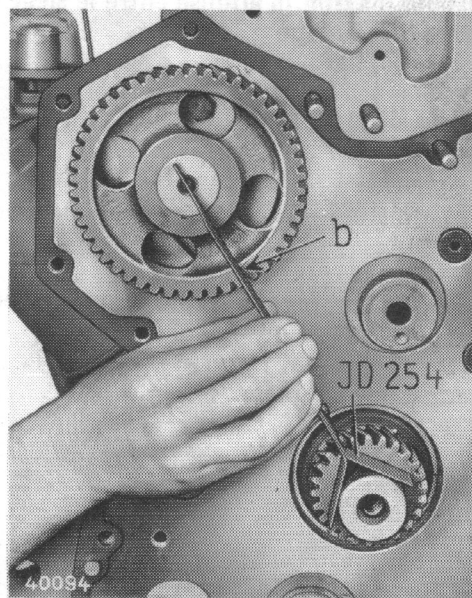

Fig. 9 — Calage du pignon de l'arbre à cames à l'aide du gabarit JD 254
6. Faire tourner l'arbre à cames, et à l'aide du gabarit JD 254, amener le repère "b" (fig. 9) exactement sur la ligne des axes du vilebrequin et de l'arbre à cames, comme le montre la figure 9.